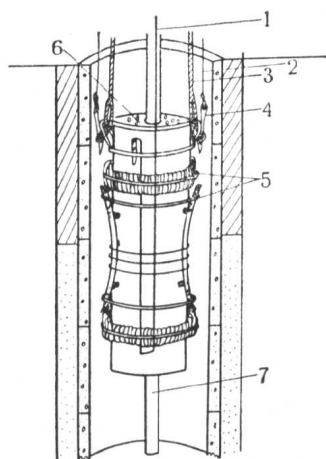

图 7 降落套管示意图
3.割绳铅丝：安装套管之前，棕碗内撑竹弓圈，固定卡铁爪，所绑扎的麻绳，均须捆紧，以缩小套管外径，便于降至井内（如图7）。在套管降至破洞处之后，这些麻绳都要割断，使其构件伸张开发挥作用。割断的方法是：取10号铅丝一根，长度大于安装深度，一端拴有插销，穿在套管管口铅丝箍上别紧，另一端分别穿过需要割断的各道麻绳，再反向管口处伸于井外。割绳的时候用力提拉铅丝，麻绳崩断，棕碗里面的竹弓圈，固定卡铁爪等张开，套管即卡于破管井壁处。